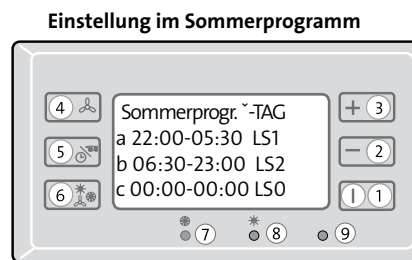

Abb. 6.7
- Die Position „Wochentag“ **blinkt** (s. Abb. 6.7).